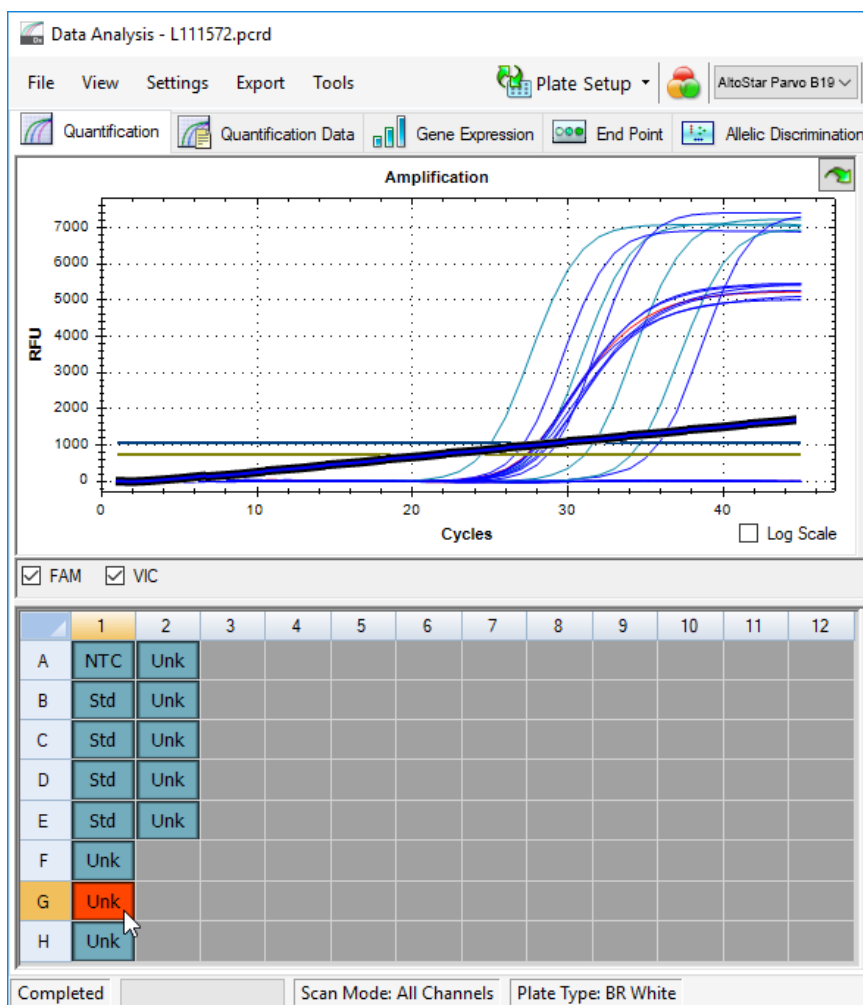

Figure 6: Fenêtre Data Analysis (Analyse des données) : signal PCR irrégulier
- Identifiez les puits présentant des signaux PCR irréguliers (augmentation linéaire du signal, pics de signal, etc.) dans l'un des canaux de détection FAM™ (cible parvovirus B19) et VIC™ (IC) (voir la figure 6).